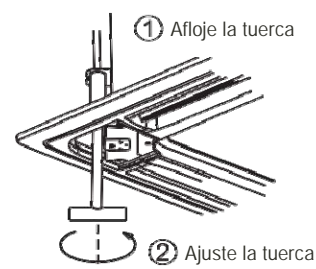

Fig.4-19
- 5) Puede modificar la altura de la unidad interior a través de las aberturas en las cuatro esquinas del panel (vea la Fig. 4-19).